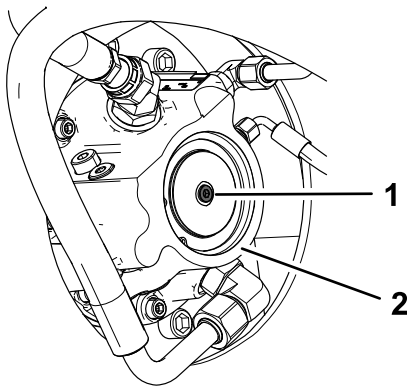

Figura 27
3. En cada motor de tracción, retire el tapón e instale un tornillo (M8-1.25 x 40 mm) y una arandela (M8 x 16 mm) en su lugar (Figura 27). Apriete las fijaciones a mano.